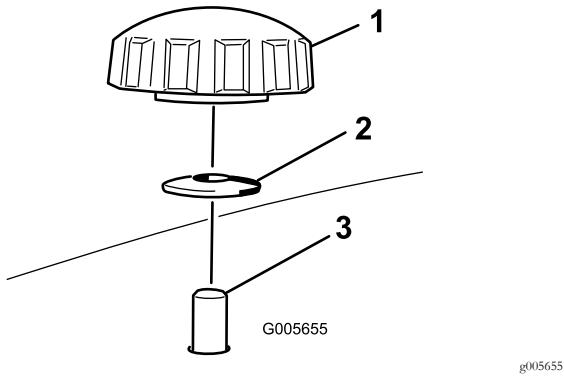
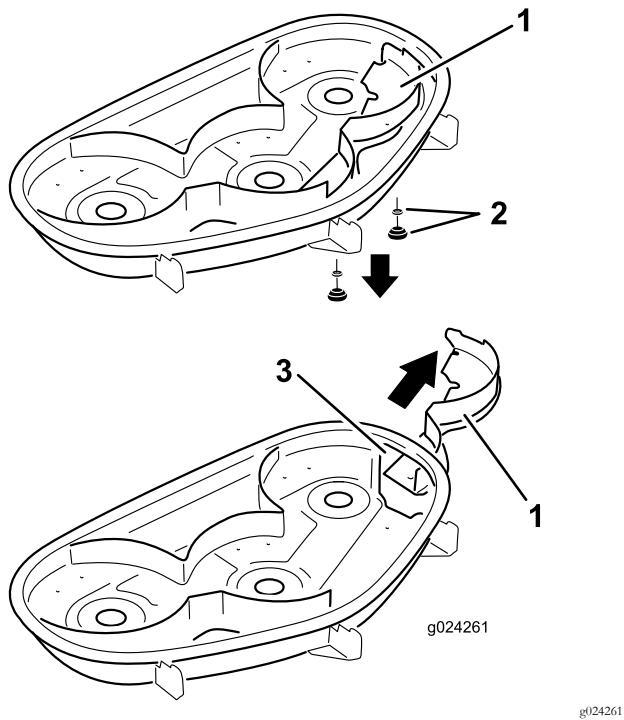

Bild 16
Bild 17
4. Nehmen Sie die beiden Handräder und die Wellenscheiben ab, mit denen das rechte Ablenkblech am Mähwerk befestigt ist (Bild 16).
5. Nehmen Sie das rechte Ablenkblech ab und senken Sie das Grasablenkblech über der Auswurfkanalöffnung ab, wie in Bild 16 und Bild 17 dargestellt.
5. Schieben Sie das rechte Ablenkblech unter das Mähwerk und befestigen Sie es mit zwei Handrädern und Wellenscheiben (kappenförmige Seite zum Mähwerk), wie in Bild 16 und Bild 17 abgebildet.